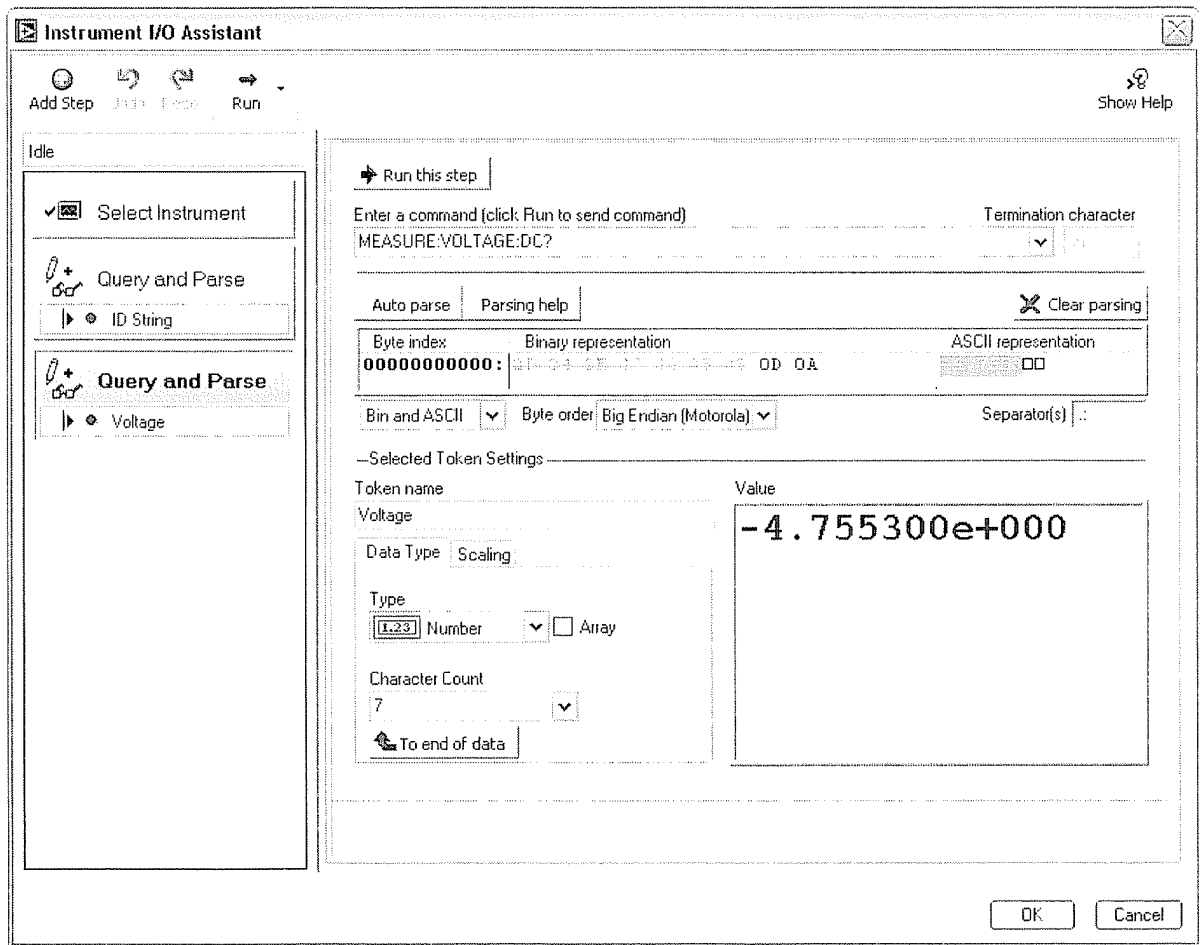

Figura 9-20. Configuración serie del Instrument I/O Assistant
- Cambie el nombre a `Token` escribiendo `Voltage` en el cuadro de texto **Token name**. La ventana de configuración debe ser similar a la de la figura 9-20.